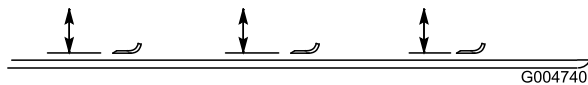

Figura 91
2. Gire la cuchilla hasta que los extremos estén orientados hacia adelante y hacia atrás (Figura 91). Mida desde el interior de la unidad de corte al filo de corte en la parte delantera de la cuchilla. Anote esta dimensión.